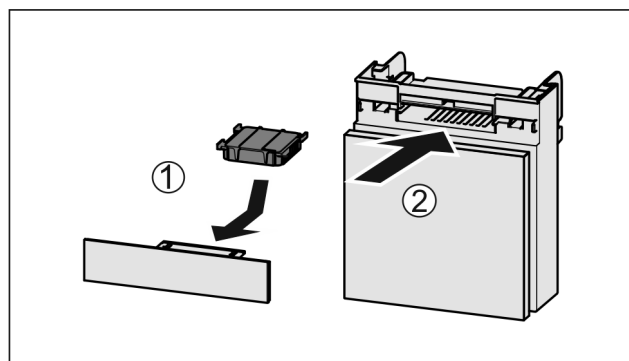

Fig. 82
- ▶ Поставете Fig. 82 (1) филтъра с активен въглен, както е показано на фигурата.
- ▶ Вкарайте Fig. 82 (2) отделението.